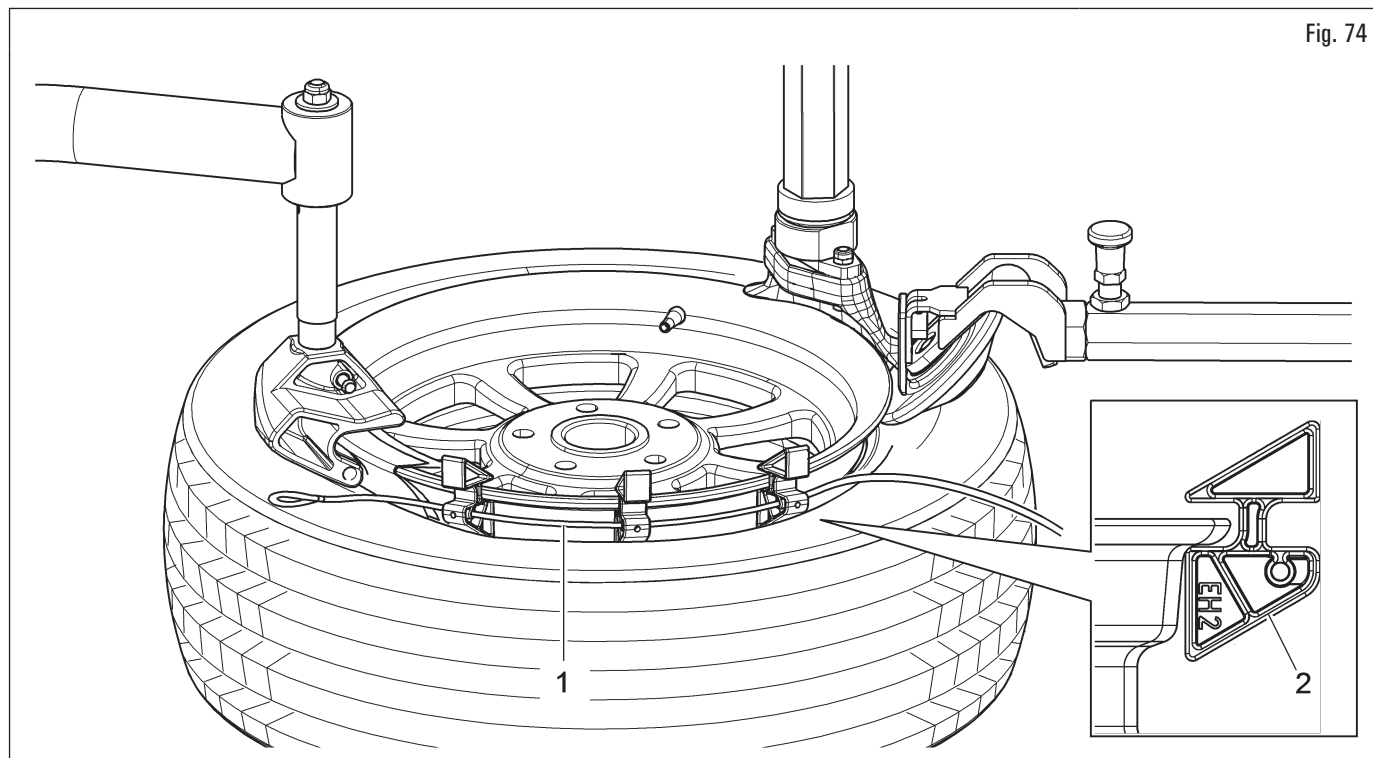

Fig. 74
12. tourner lentement le mandrin dans le sens des aiguilles d'une montre et insérer les 3 cales de la rallonge pousse-talon (Fig. 74 réf. 1) sur le bord de jante entre le rouleau incliné et l'outil cale, à une distance régulière, avec le côté marqué « EH2 » (Fig. 74 réf. 2) vers le bas ;